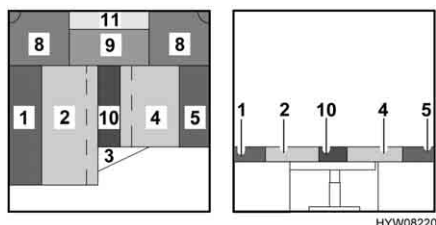

Fig. 72 Dopo la trasformazione
- Posizionare il cuscino aggiuntivo (Fig. 72,10) tra i cuscini del divano (Fig. 72,2 e 4) e il tavolo (Fig. 72,3).
- Piazzare il cuscino aggiuntivo (Fig. 72,11) tra il cuscino del divano (Fig. 72,9) e la parete esterna.